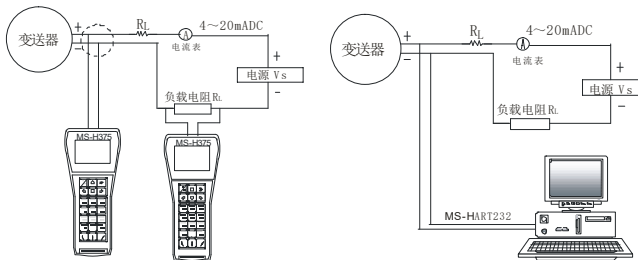

图 9
c) HART®协议型变送器与手操器连接的两种接线方式见图 9。